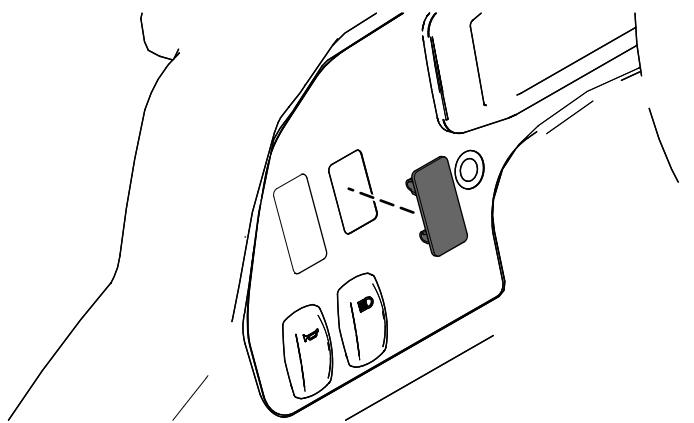

Figura 19
1. Retire a tampão plástico do painel de instrumentos (Figura 19).